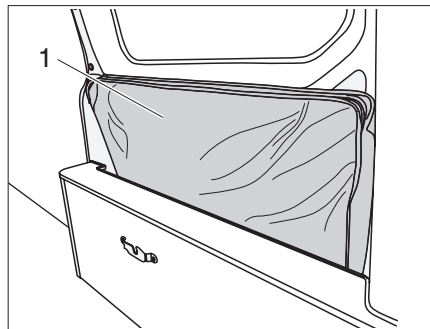

Fig. 51 Mesa guardada
- ▶ Guardar la mesa (Fig. 51,1) en la bolsa de almacenamiento.